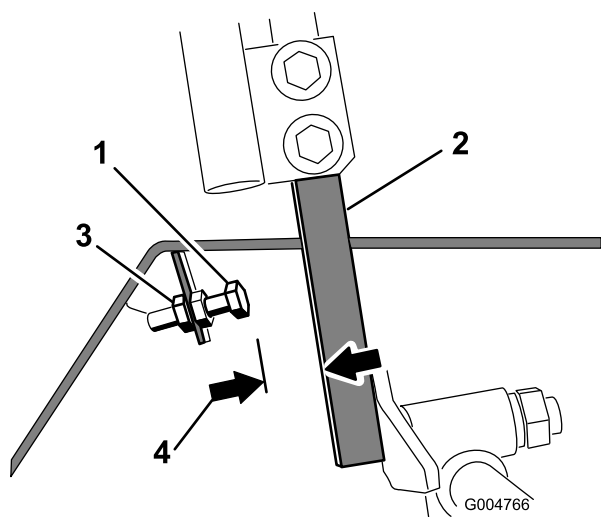

Figura 67
4. Allentate il controdado sul bullone di fermo di una delle leve di controllo (Figura 67).